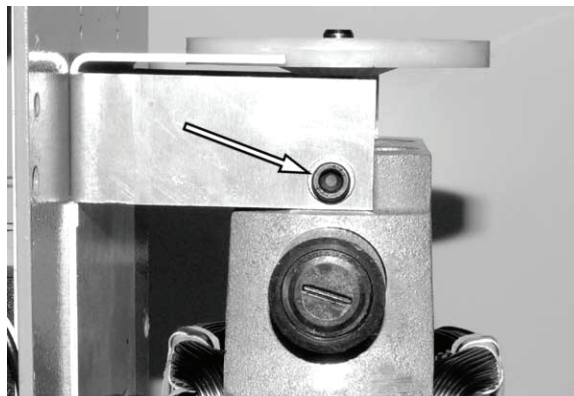

Рис. 30.
- См. рис. 30. Снимите 2 шт. болтов крепления направляющей скобы к двигателю (по одному с каждой стороны) и разместите рядом со скобой электрического кабеля.